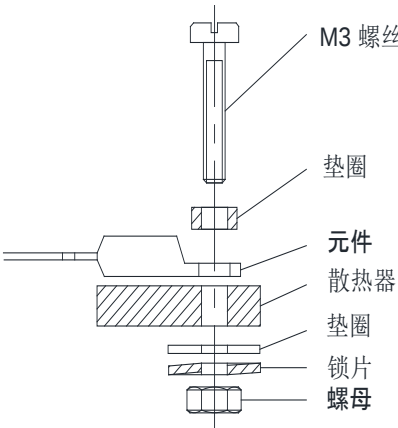
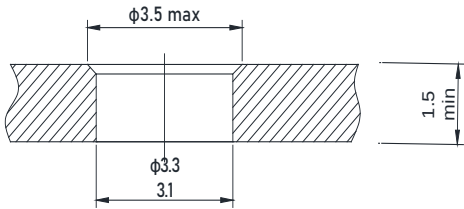

图5 螺丝组装1
图6 散热器相关要求
- 螺丝穿过散热器，螺母固定，如下图5所示；对应的散热器相关要求，如图6所示。